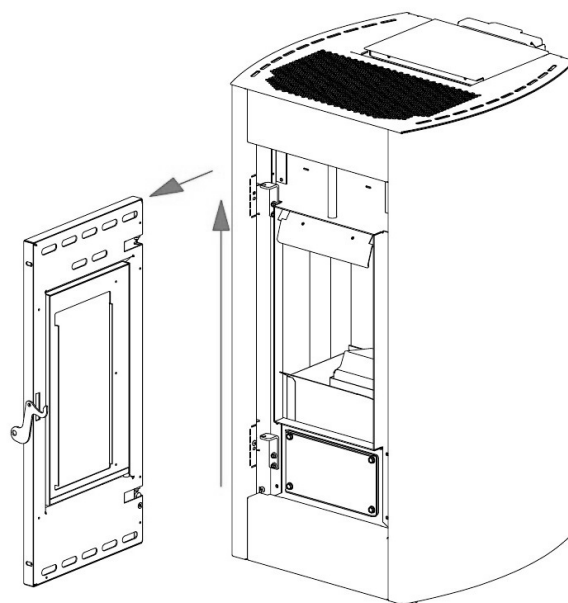

Fig. 32 - Usuwanie drzwi
- Podnieść drzwi tak, aby sworznie drzwi wyszły z listwy struktury (patrz **Fig. 32**).